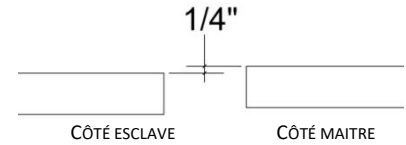

FIGURE 15 : HAUTEUR COMPARATIVE
10. LES BRAS DE LEVAGE ESCLAVE DOIVENT ÊTRE PLUS BAS DE 1/4" OU MOINS QUE LES BRAS DE LEVAGE MAITRE. VOIR **FIGURE 15**.